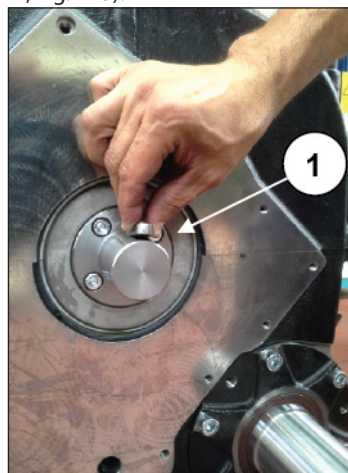

Fig. 124
Insira as duas capas de centragem do corpo da bomba do óleo (pos. ①, Fig. 124).